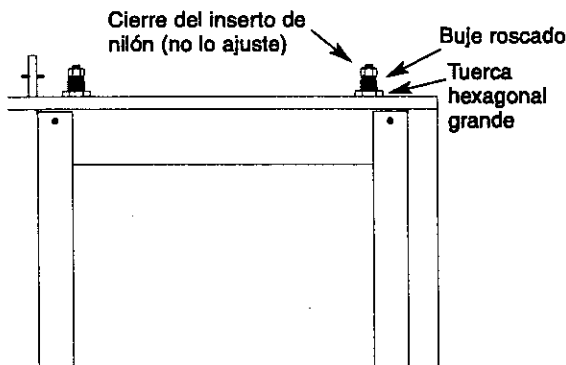

Figura 10 - Ajuste de la Altura del Rodillo de Alimentación
- Suelte las tuercas hexagonales grandes (Vea la Figura 10 y la Figura 15, Clave No. 10) en ambos lados del rodillo de entrada usando la llave que viene incluida.